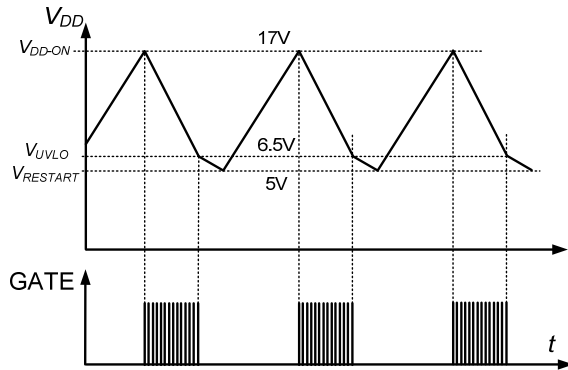

図 15. ノーマル時 V_{DD} UVLO
- スタートアップ時 V_{DD} が6.5V 以下にならないように、 C_{DD} はできるだけ大きい値にして下さい。 V_{DD} が6.5V以下になると、図15に示すようにFAN6756はUVLO 回路によりゲートドライブ出力をオフさせます。